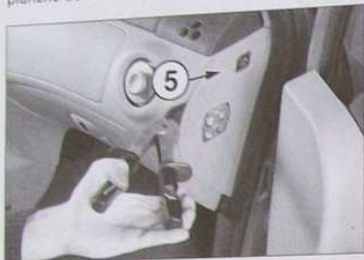

FIG. 23
- De chaque côté, Décliper les caches latéraux (5) de planche de bord (Fig.23).